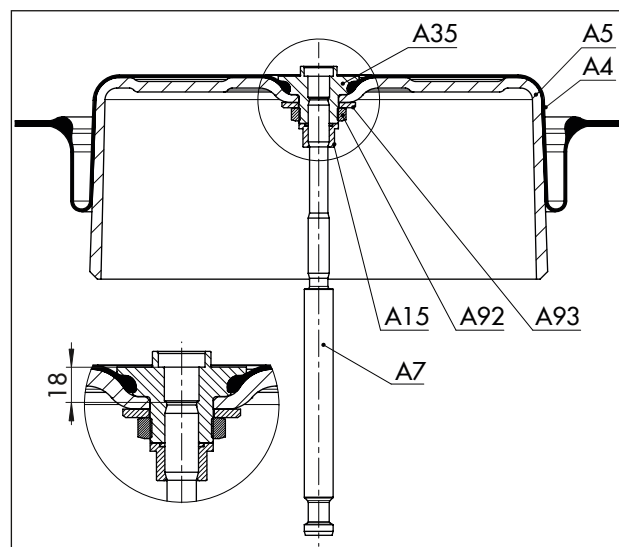

Рис. 13: Расположение компонентов для рабочего направления «Шток привода тягнется FE» (1000 см²)
7. Вкрутите шток привода (A7) в упор (A35) в обратном направлении. При этом установите размер 18 мм (см. Рис. 13).
15. Вкрутите штуцер сброса воздуха (A16) с верхнего в нижний штуцер управляющего сигнала (S).